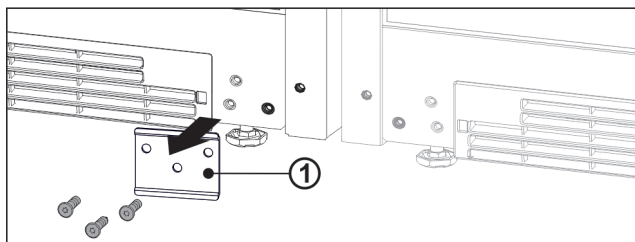

Fig. 14
- 如果安装了金属片 Fig. 14 (1)，则拧下金属片。